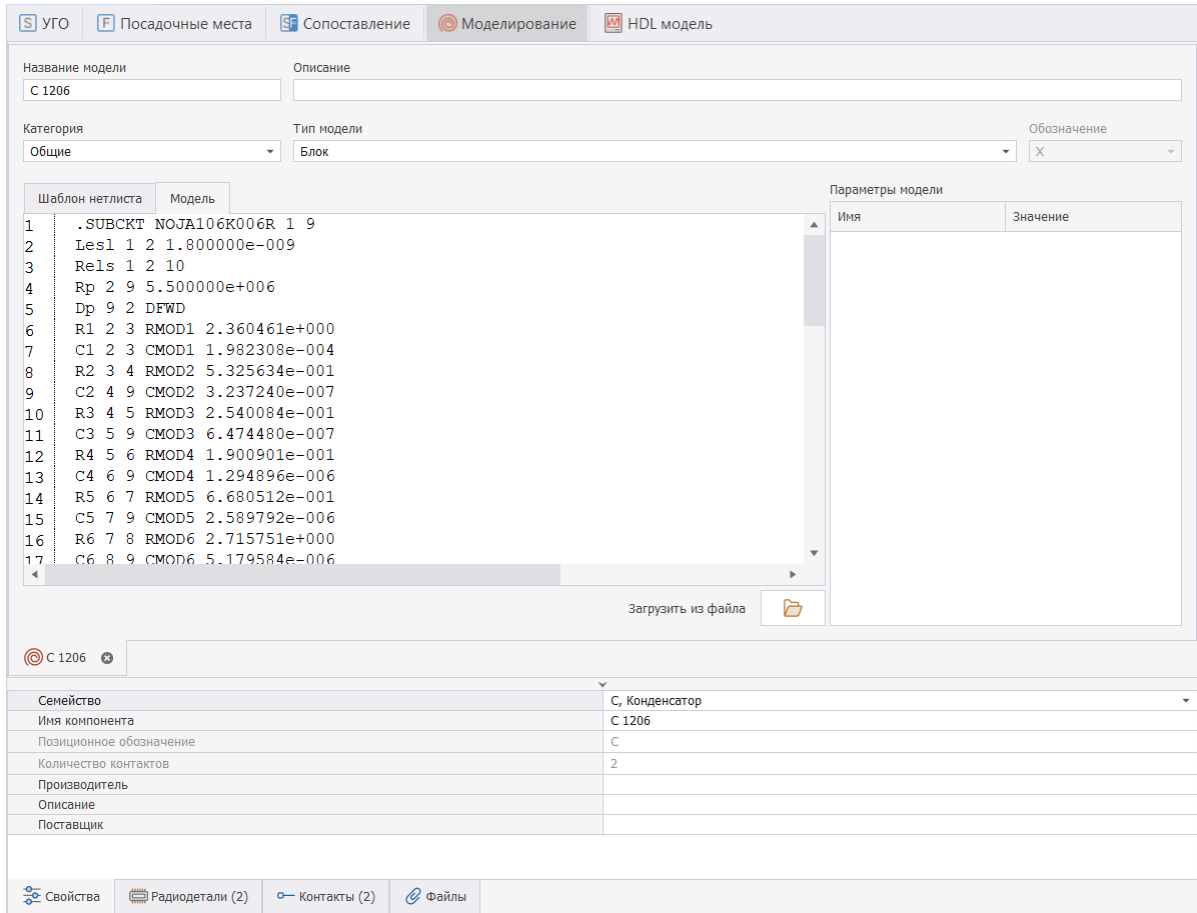

Рис. 8 Ввод списка цепей модели в текстовом окне вкладки «Модель»
- Введите нетлист (список соединений) модели в текстовом окне вкладки «Модель», см. Рис. 8.